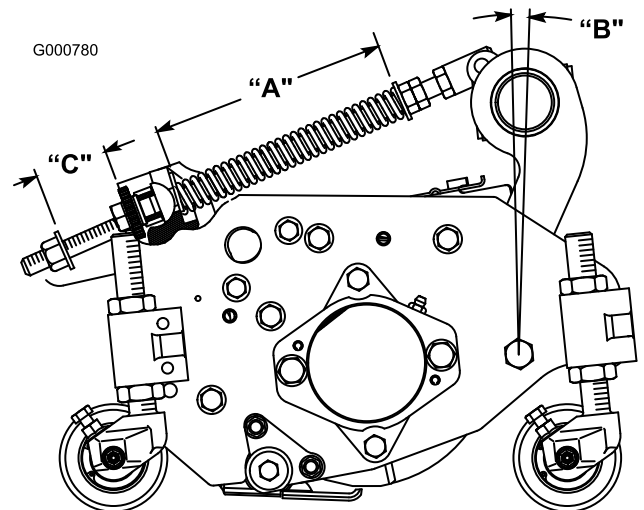

Bild 8
Die Rasenausgleichsfeder (Bild 8), mit der der Trägerrahmen am Mähwerk befestigt ist, steuert den Umfang der möglichen Vorwärts- bzw. Rückwärtsrotation und die Bodenfreiheit beim Transport und Wenden.
1. Ziehen Sie die Sicherungsmutter hinten an der Federstange fest, bis der Abstand (C) zwischen der Federhalterung hinten und der Scheibe vorne 25 mm beträgt (Bild 8).
2. Ziehen Sie die Sechskantmuttern vorne an der Federstange fest, bis die komprimierte Länge (A) der Feder 20,3 cm beträgt (Bild 8).
(C) zwischen der hinteren Federhalterung und der Vorderseite der Scheibe auf 38 mm erhöhen (Bild 8).